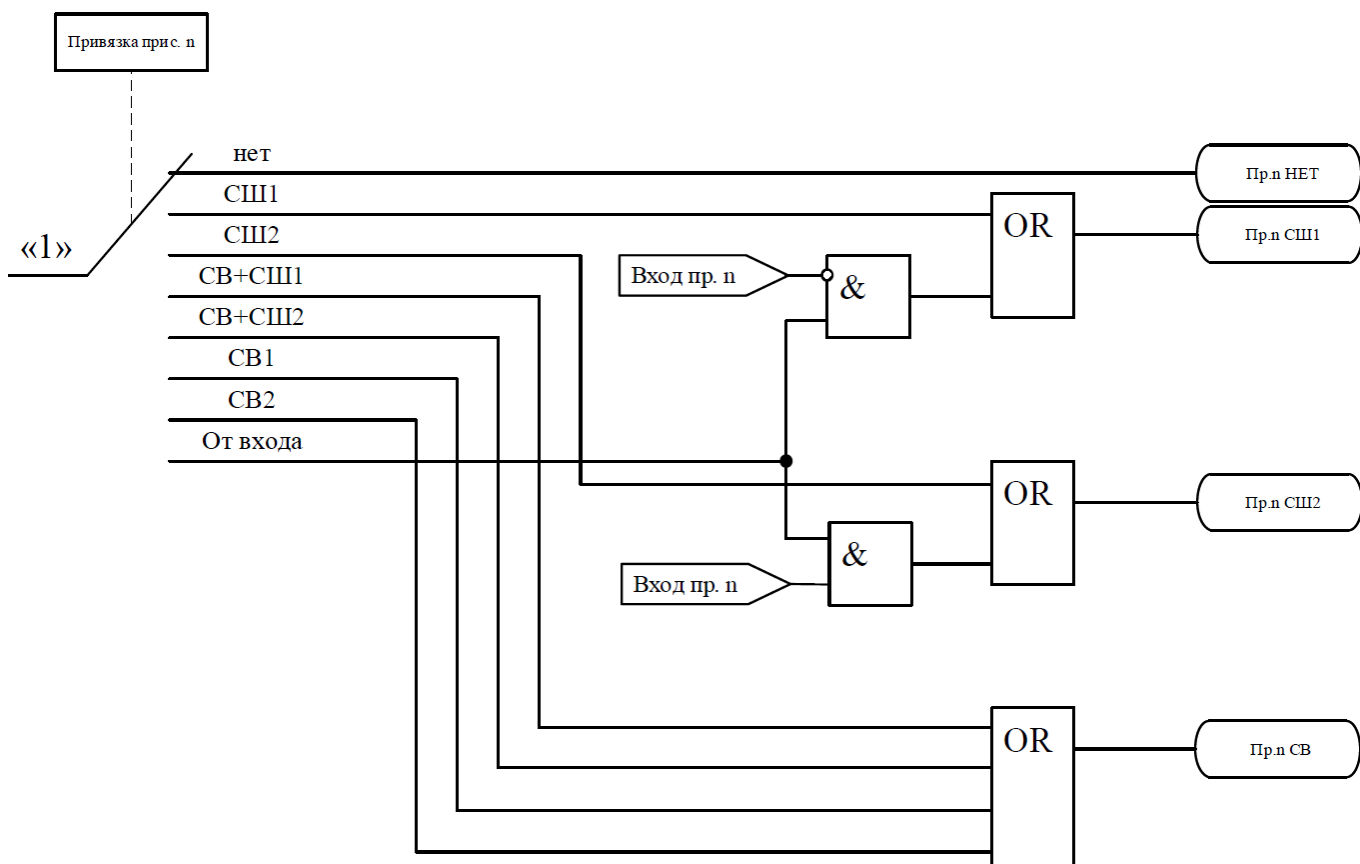

Рисунок 5.16 – Логика привязки присоединений к СШ1 (СШ2) и СВ
- логика разрешения работы УРОВ СШ1 объединяет разрешения от присоединений СШ1 без СВ, как показано на рисунке 5.18а. В этот блок входят присоединения с привязкой (см. рисунок 5.16) установленной в СШ1 и от входа с разрешением СШ1;
- логика разрешения работы УРОВ СШ2 объединяет разрешения от присоединений СШ2 без СВ, как показано на рисунке 5.18б. В этот блок входят присоединения с привязкой (см. рисунок 5.16) установленной в СШ2 и от входа с разрешением СШ2;
- логика разрешения работы УРОВ СВ объединяет разрешения от присоединений СВ, как показано на рисунке 5.18в. В этот блок входят присоединения с привязкой СВ1, СВ+СШ1, СВ+СШ2 и СВ2 (см. рисунок 5.16).